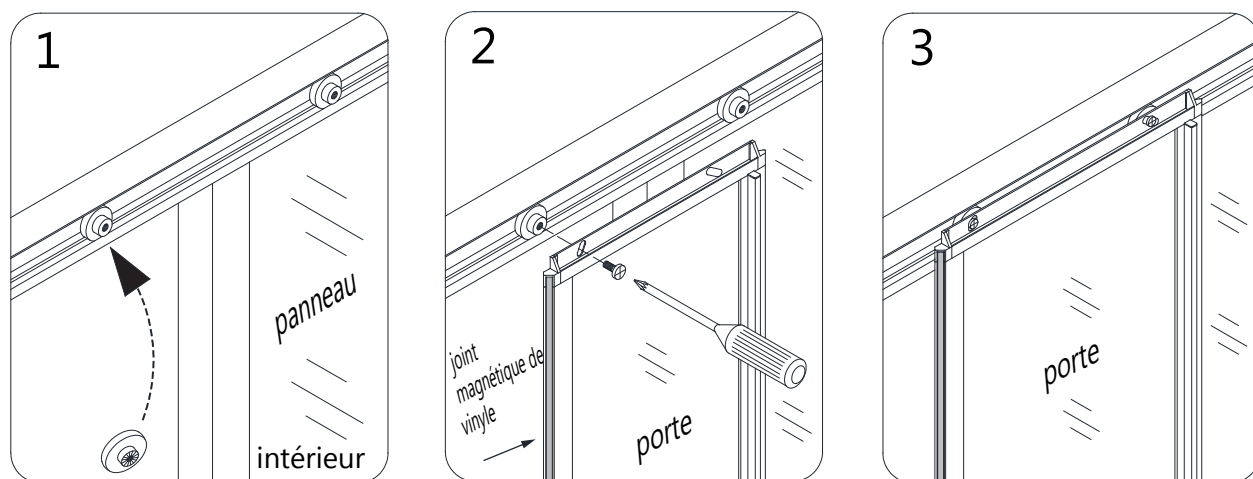
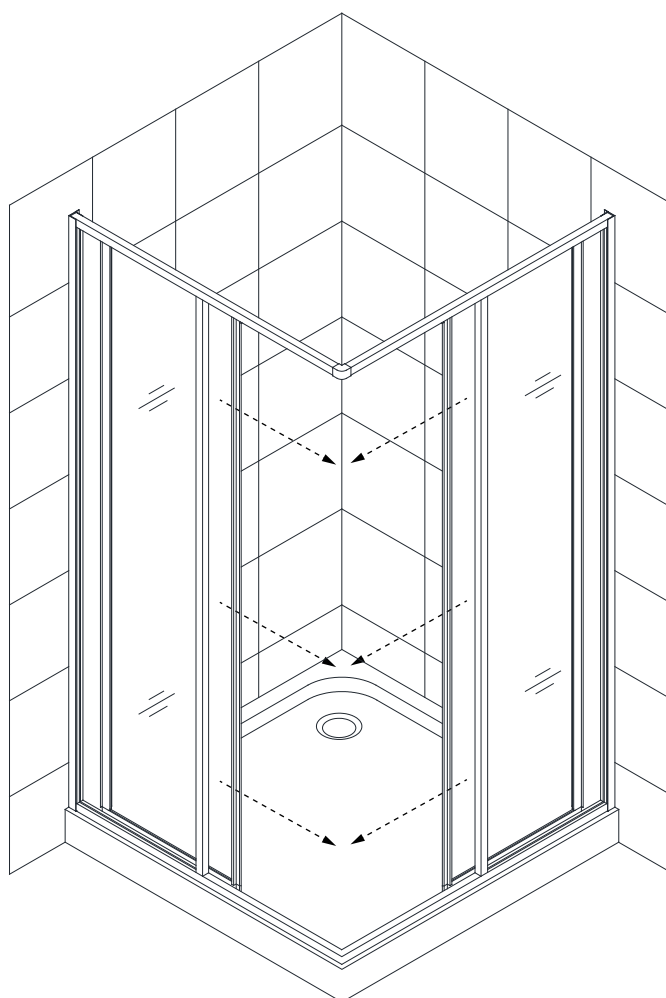

Fig 5a
Fig 5b
5. Insérez les **Galets de Roulement (N° 11)** dans la rainure du **Rail du Haut**, puis fixez la **Porte Vitrée (N° 03)** aux **Galets de Roulement (N° 11)** avec des **Boulons M5X8 (N° 10)**. Répétez cette procédure pour fixer la **Porte Vitrée (N° 03)** aux **Galets de Roulement (N° 11)** dans le Rail du Bas. Assurez-vous d'installer les portes de sorte que les joints magnétiques de vinyle se rencontrent dans le coin. (**Voir l'Étape 6 pour plus de détails sur le réglage des galets.**) (Fig 5a and Fig 5b)